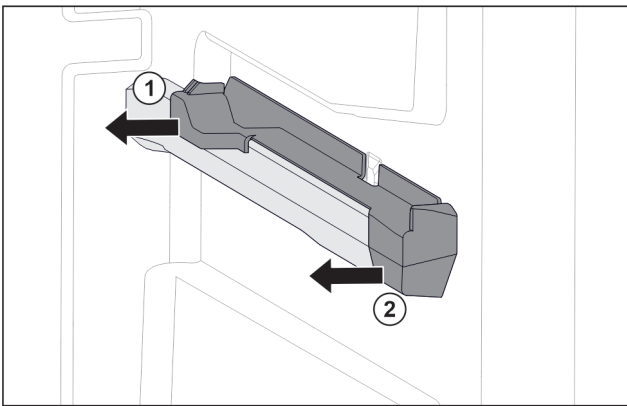

Fig. 114 右侧容器肋梁上的插装件
- ▶ 将插装件后部拉到一侧。 Fig. 114 (1)
- ▶ 将插装件前部拉到一侧。 Fig. 114 (2)